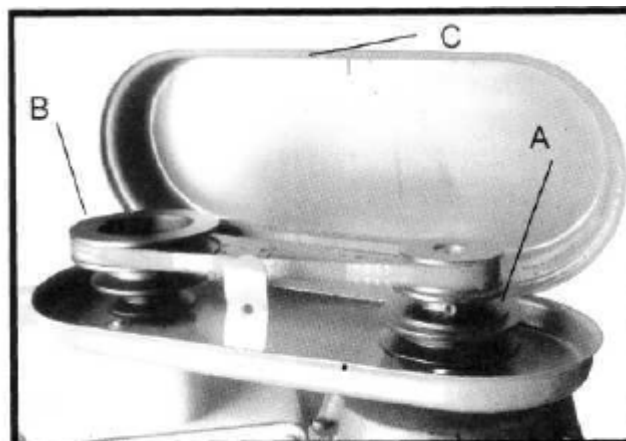

Fig. 19
Pour modifier la vitesse, détendez la courroie et ouvrez le capot de protection de la courroie et des poulies (C), Fig. 19. Des vitesses de 23, 34 et 54 mètres à la minute sont prévues pour votre scie à ruban. La courroie placée sur le pas le plus grand de la poulie d'entraînement (A), Fig. 19, et sur le pas le plus petit de la poulie d'engrenage (B) correspond à une vitesse de la lame de 54 mètres à la minute. La courroie placée sur le pas le plus petit de la poulie d'entraînement (A) et sur le pas le plus grand de la poulie d'engrenage (B) correspond à une vitesse de la lame de 23 mètres à la minute. Avant de modifier la vitesse, détendez la courroie. Quand la vitesse souhaitée est établie, réglez la tension de la courroie et refermez le capot (C) de protection.